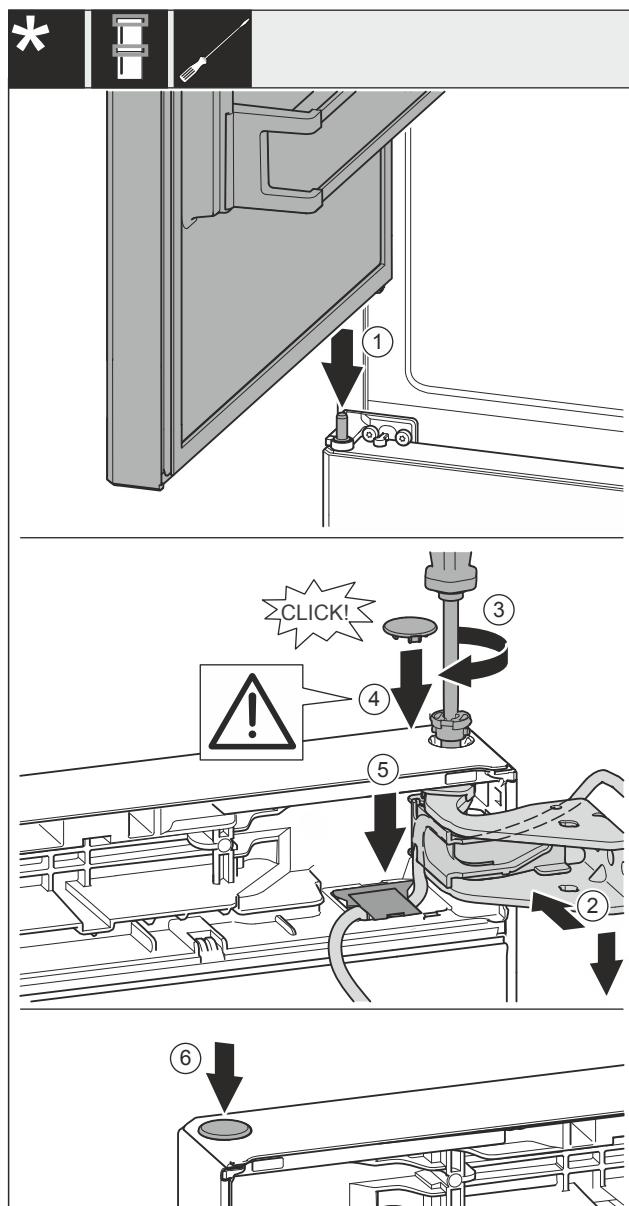

Fig. 46
- Obere Tür auf mittleren Lagerbolzen Fig. 46 (1) setzen.
- Tür oben zur Öffnung im Lagerblock Fig. 46 (2) ausrichten.
- Bolzen Fig. 46 (3) einsetzen und mit Schraubendreher festschrauben.
- Abdeckung Fig. 46 (4) einsetzen.
- Kontrollieren, dass die Abdeckung Fig. 46 (4) auf der Tür aufliegt.
- Abdeckung Fig. 46 (5) einsetzen und nach unten drücken bis sie einrastet.
- Abdeckung Fig. 46 (6) einsetzen.